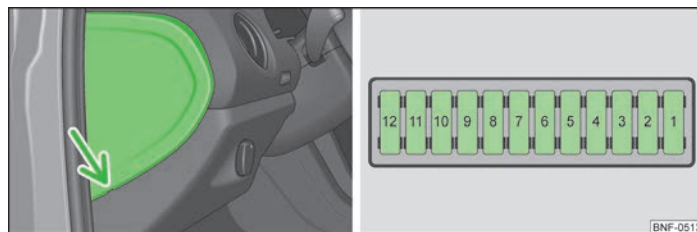

Fig. 121 Pe partea șoferului, în planșa de bord: Capacul cutiei cu siguranțe/ Reprezentare schematică a cutiei cu siguranțe
- Introduceți în fantă, în sensul săgeții, un obiect plat, adecvat, de ex. un vârf de șurubelniță dreaptă » fig. 121, basculați cu grijă capacul și extrageți-l.